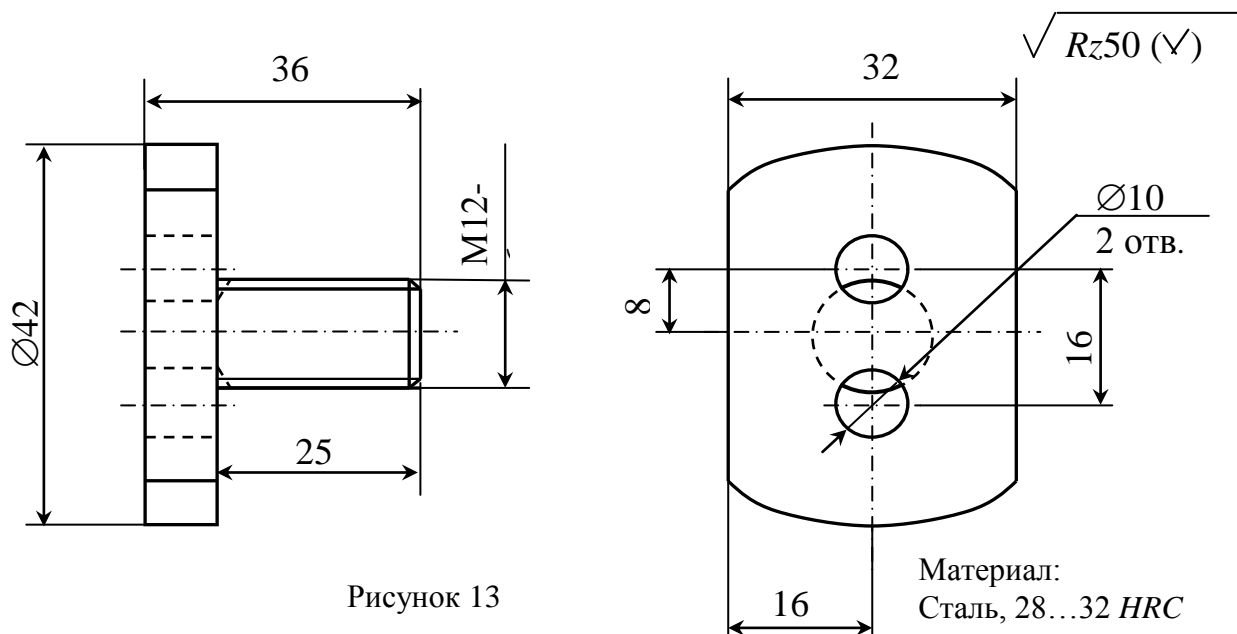

Рисунок 13
9. Перечислить признаки нетехнологичности конструкции детали с точки зрения проведения механической обработки (рисунок 13).